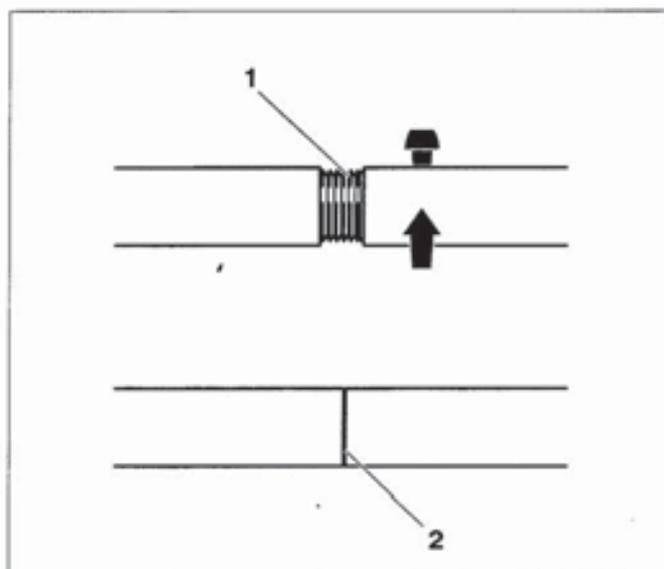

Abb. 1 Schraubverbindung der Zugstangen
- Kontrollieren Sie nach jedem Pressvorgang die Schraubverbindungen der Zugstangen (Abb. 1, Pos. 1) und ziehen Sie diese gegebenenfalls nach (Abb. 1, Pos. 2).